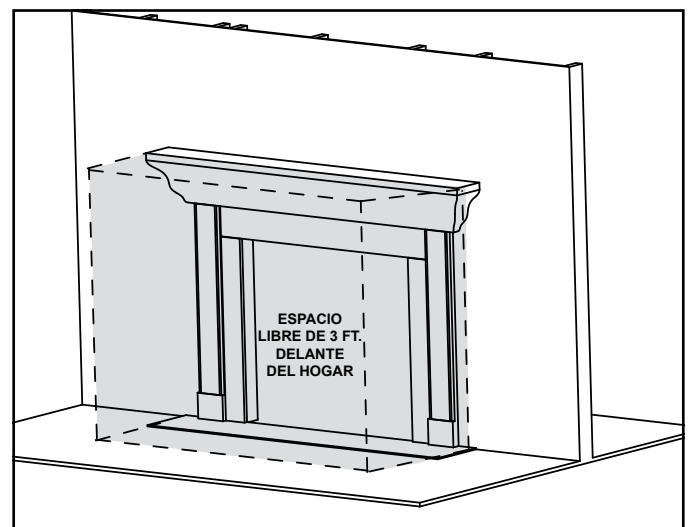

Figura 3.1 Requisito de espacio libre - Todos los modelos
**¡ADVERTENCIA! NO coloque objetos inflamables delante del hogar ni bloquee las aberturas del hogar. Las altas temperaturas podrían provocar un incendio. Consulte la Figura 3.1.**